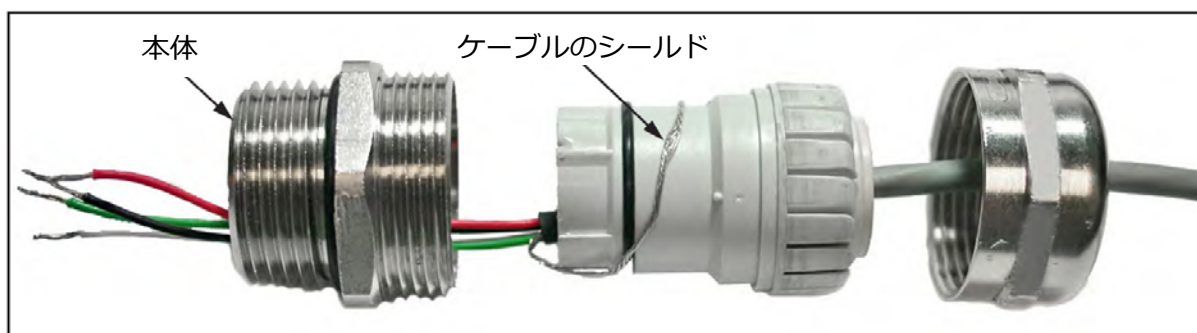

図89：正しいケーブルグランドの組み立て（品番419-215）
- b. 図89のように、ケーブルグランドを通して4線電源／アナログ出力ケーブルを引き回します。
重要： シールドは、図89のようにケーブルグランド内で終端する必要があります。
- b. 図89のように、ケーブルグランドを通して3線RS232ケーブルを引き回します。